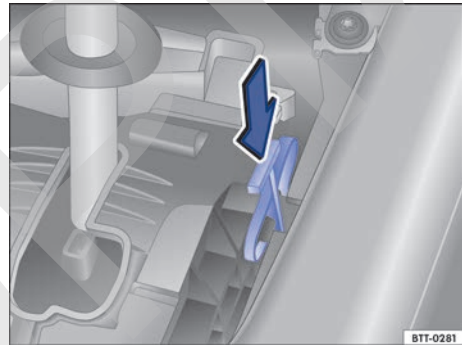

Fig. 103 Desbloqueo de emergencia de la palanca selectora.
- Con la hoja plana del destornillador de las herramientas de a bordo, presione la palanca de desbloqueo con cuidado en el sentido de la flecha y mantenga la palanca en esta posición → fig. 103.